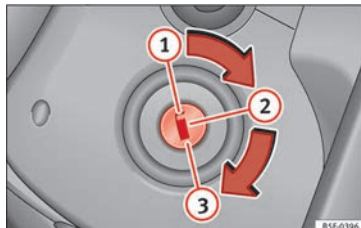

Fig. 163 Posizioni della chiave di accensione.
- Girare la chiave fino a raggiungere la posizione ① » **fig. 163**.
- Estrarre la chiave di accensione dalla posizione ① » **fig. 163** » ⚠.